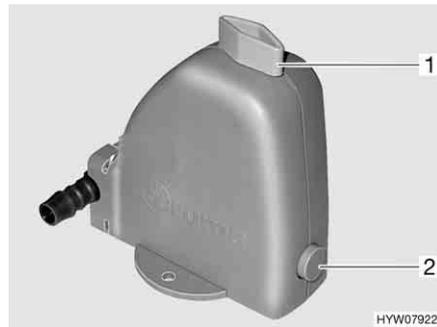

Fig. 207 Valve de sécurité et de vidange du chauffe-eau
Le chauffe-eau est équipé d'une valve de sécurité et de vidange (Fig. 207). La valve de sécurité et de vidange empêche que l'eau ne gèle dans le chauffe-eau lorsque le chauffage n'est pas allumé en cas de gel.
- Fermer la valve de sécurité et de vidange. Tourner pour cela le bouton rotatif (Fig. 207,1) dans le sens transversal par rapport à la valve de sécurité et de vidange et enfoncer le bouton-poussoir (Fig. 207,2).
- Ouvrir la valve de sécurité et de vidange. Tourner le bouton rotatif (Fig. 207,1) dans le sens longitudinal par rapport à la valve de sécurité et de vidange. Le bouton-poussoir (Fig. 207,2) ressort. Le chauffe-eau est vidé à l'extérieur par le biais de la valve de sécurité et de vidange.